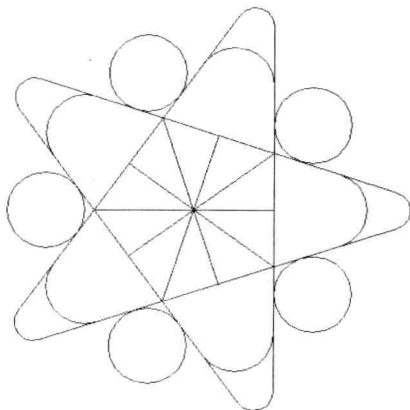

图 4-4-19
(6) 单击“确定”按钮，创建的环形阵列效果如图 4-4-19 所示。